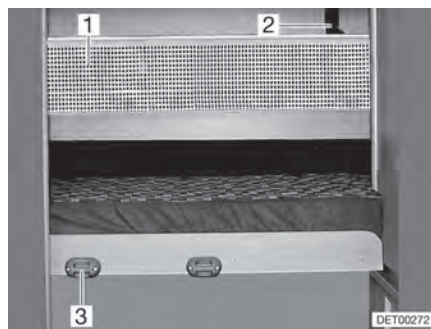

Fig. 79 Rete protettiva
- Agganciare la scaletta di accesso con i longheroni nell'apposito supporto (Fig. 79,3) al diaframma.
La rete protettiva (Fig. 79,1) è stivata sui modelli di serie tra il materasso e il telaio portamaterasso. Fissare la rete protettiva soltanto dopo che la persona si è già stesa nel letto.
- Fare innestare i nastri di sostegno (Fig. 79,2) nei supporti sul soffitto.